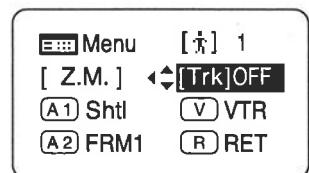

Fig2-9
- 操作キーで [Trk] を選択した後に、Set キーを押してください。[Trk] と前回設定が点滅表示になります。(Fig2-9)